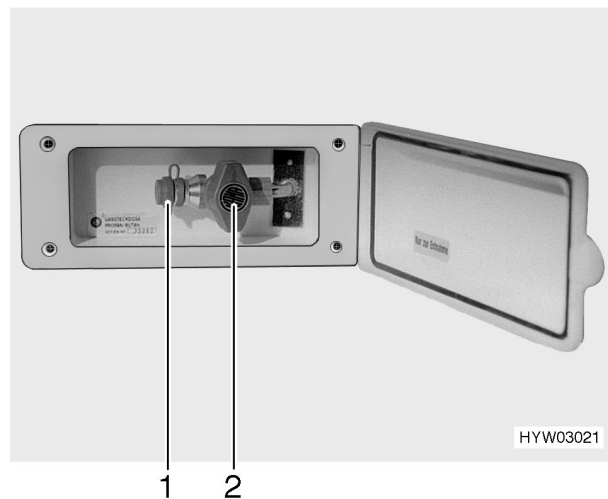

Bild 88 Externer Gasanschluss, Absperrhahn geschlossen
- ▲ Wenn der externe Gasanschluss nicht genutzt wird, immer den Absperrhahn (Bild 88,2) schließen.
- ▲ Darauf achten, dass nach dem Anschließen und nach dem Öffnen des Absperrhahns kein Gas an der Anschluss-Stelle (Bild 88,1) austritt. Wenn der externe Gasanschluss nicht dicht ist, strömt Gas ins Freie. Sofort den Absperrhahn und das Haupt-Absperrventil an der Gasflasche schließen. Den externen Gasanschluss von einer autorisierten Fachwerkstatt prüfen lassen.
Der externe Gasanschluss (Bild 88) befindet sich je nach Modell am Heck oder auf der linken Fahrzeugseite.